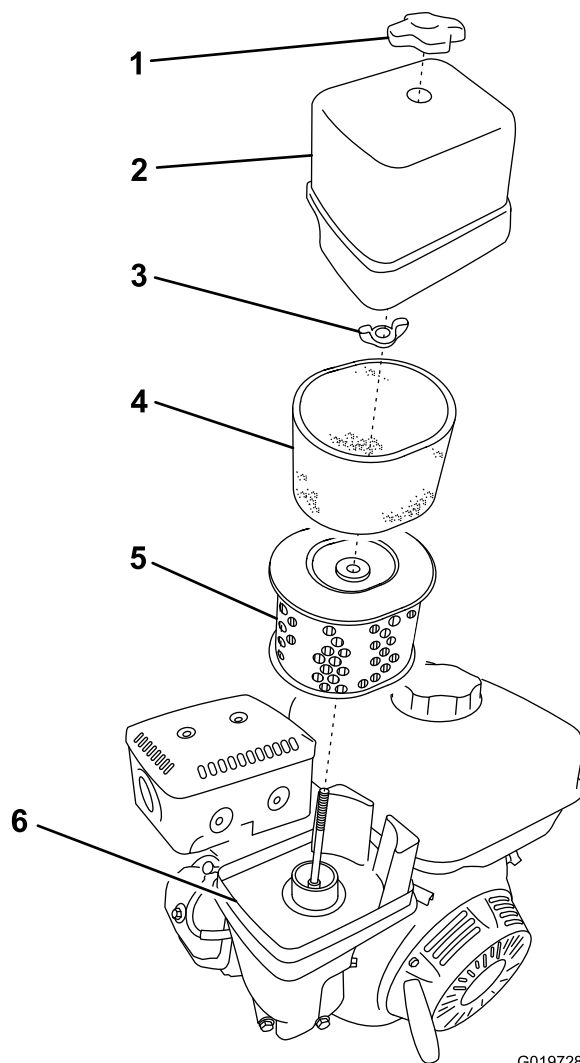

Figure 40
3. Retirez l'écrou de fixation du couvercle (Figure 40).
5. Déposez les éléments en mousse et papier de la base (Figure 40).
6. Sortez l'élément en mousse de l'élément en papier (Figure 40).